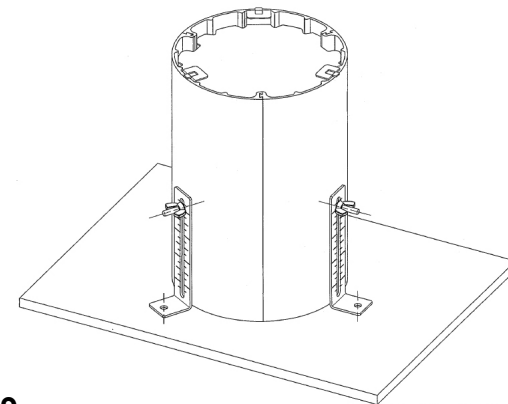

Fig. 9
1. Fixer l'ensemble au plancher avec les ferrures appropriées (non fournies). Consulter la Fig. 9.
- Fijar el conjunto a la base con fijaciones adecuadas (no provistas). Ver Fig. 9.